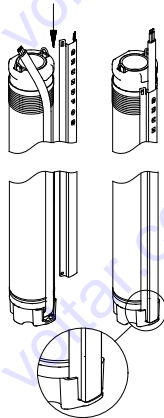

Fig. 9
2. Placer le protège-câble dans la rainure située dans la fiche de câble. Les deux pattes du protège-câble doivent s'engrener avec le bord supérieur de l'enveloppe de la pompe, voir fig. 9.